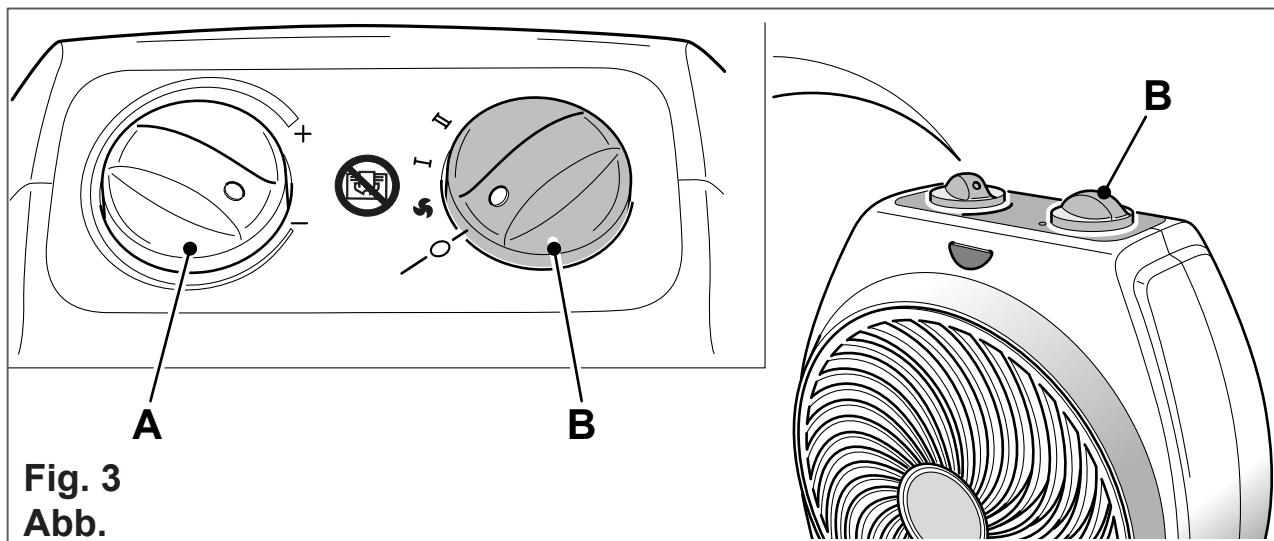

Fig. 3
- Ensure that the reference mark “●” on knob “B” is aligned with the “O” symbol on the control panel (Fig. 3).
- S'assurer que la référence “●” de la molette “B” est alignée sur le symbole “O” présent sur le pupitre de commande (Fig. 3).
- Stellen Sie sicher, dass der Bezug “●” des Drehknopfes “B” mit dem Symbol “O” auf der Bedienkonsole (Abb. 3).
- Verifique que la referencia “●” de la manija “B” esté alineada con el símbolo “O”, presente en el panel de mandos (Fig. 3).